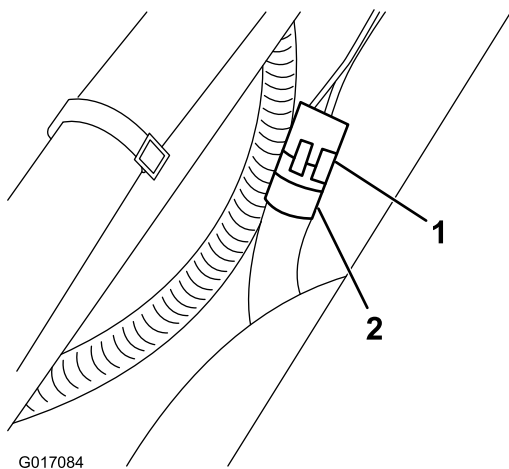

Bild 2
6. Schließen Sie den Tacho-Kabelbaum mit dem 3-Pin-Weather-Pack-Anschlussende am Radmotoranschluss an (Bild 2).